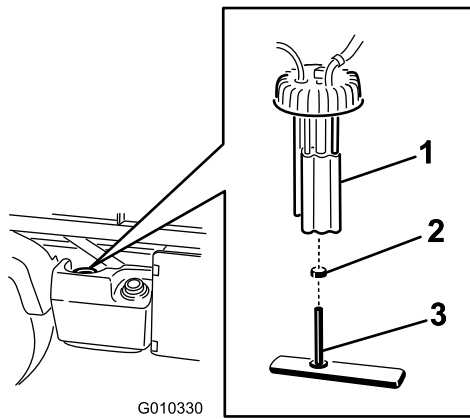

Figure 56
2. Débranchez les connecteurs des faisceaux de câblage de la pompe à carburant (Figure 56).
3. Desserrez le collier et débranchez la conduite d'alimentation du bouchon de la pompe à carburant (Figure 56).
4. Enlevez le bouchon de la pompe à carburant au sommet du réservoir de carburant (Figure 56).
5. Déposez la pompe à carburant et le filtre à carburant du réservoir (Figure 56).
7. Débranchez le flexible du raccord (Figure 56).